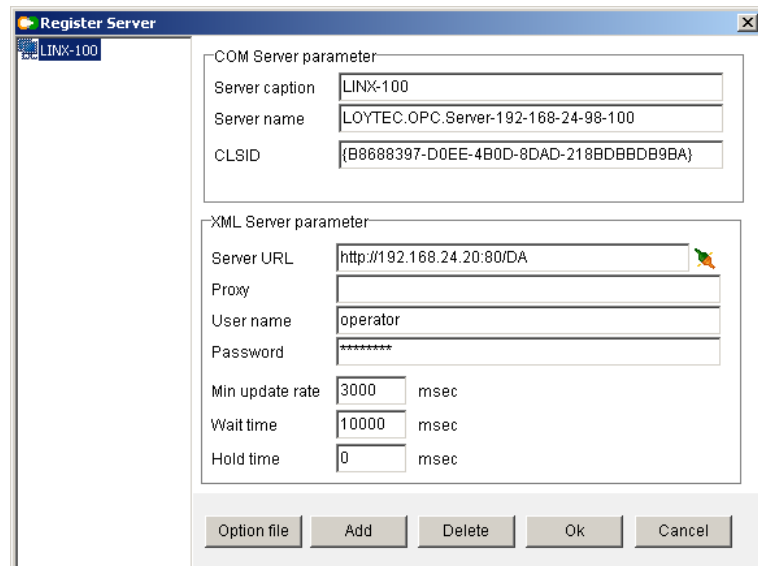

Abbildung 150: Register Server Dialog der Bridge-Software
5. Ein neuer Server-Eintrag wird hinzugefügt. Geben Sie die Information bei **Server caption** (dies wird angezeigt), **Server name** (das ist der COM-Objektname) und bei **Server URL** (die URL des Geräts) wie in Abbildung 150 gezeigt, ein.